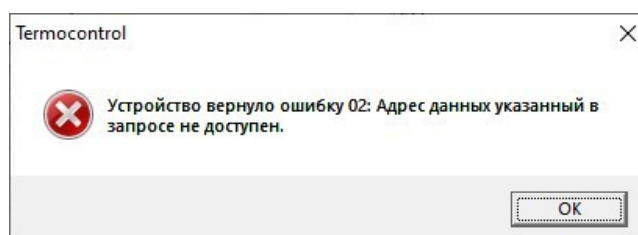

Рисунок 15 – Сообщение об ошибке записи
3.3.9 Если после нажатия кнопки "Записать" на экране ПК открылось окно с сообщением об ошибке (рисунок 15), это значит, что переключатель "КАЛИБР." на задней панели излучателя находится в положении "☒" (режим калибровки запрещен/закрыт).